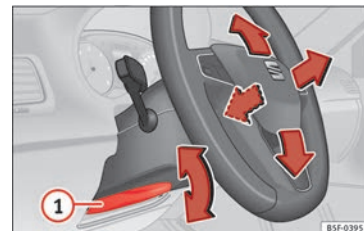

Abb. 19 Hebel auf der linken unteren Seite der Lenksäule.
• Lenkradposition einstellen: Ziehen Sie den Hebel » **Abb. 19** ① nach unten, bringen Sie